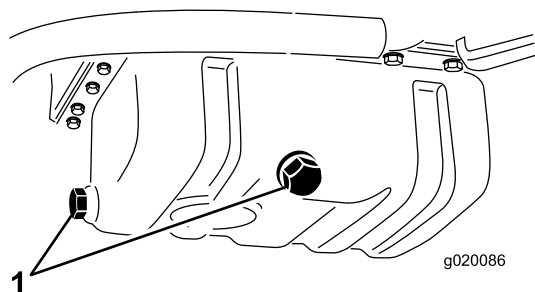

Figure 51
2. Enlevez un des bouchons de vidange (Figure 51) et faites couler l'huile dans un bac de vidange. Remettez le bouchon quand la vidange est terminée.